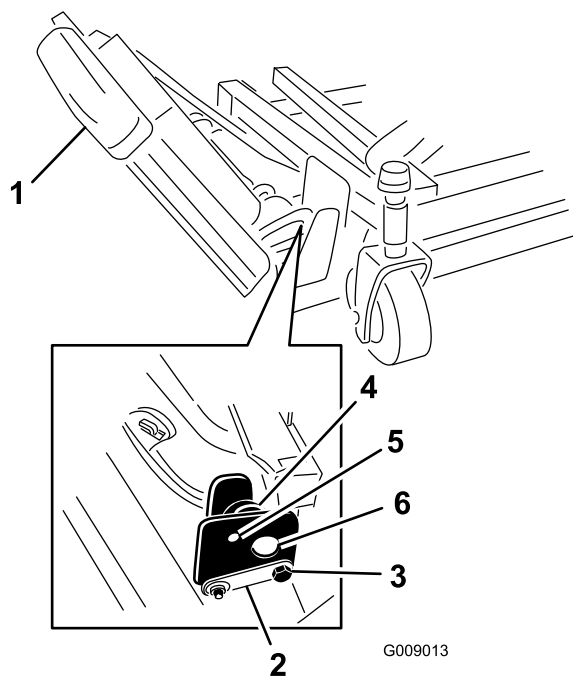

Рисунок 3
2. Поддерживая правый винглет, снимите передний и задний фиксирующие болты с опор деки (Рисунок 3).
1. Выверните гайки, которые крепят передний и задний фиксирующие болты к опорам правого винглета деки (Рисунок 3).